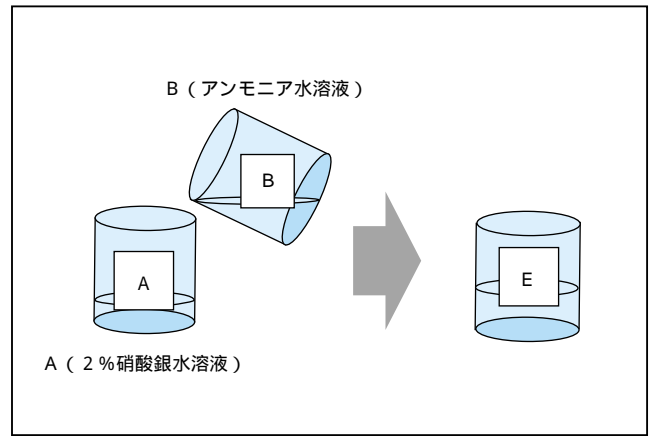
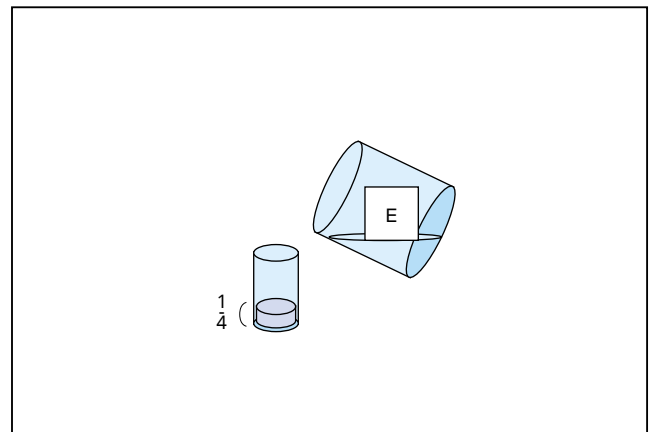

図 5
図 6
- (1) A液にB液を少しずつ混ぜながら加える。最初は褐色の濁りができるが、これが消えるまで加え続け、E液を作る（図5）。
- (2) サンプル管の内側を洗剤でよく洗って水気を切る。
- (3) サンプル管に、E液を4分の1入れる（図6）。